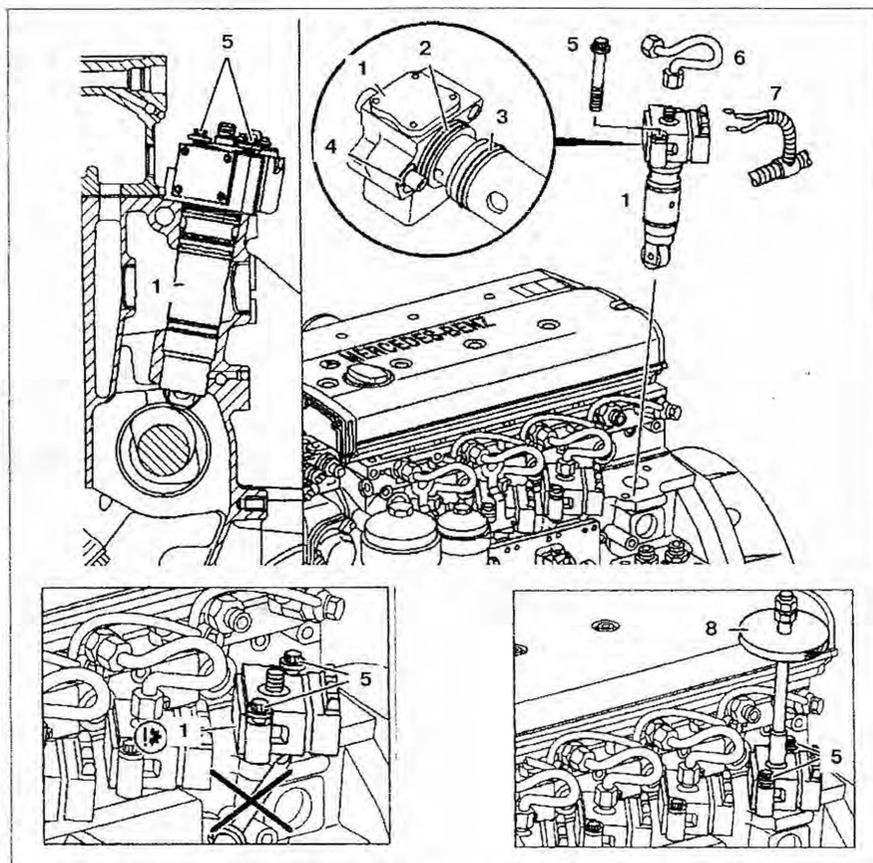

Рис. 3.34. Насос-форсунка:
2. Снимите топливопровод 6 (рис. 3.34).